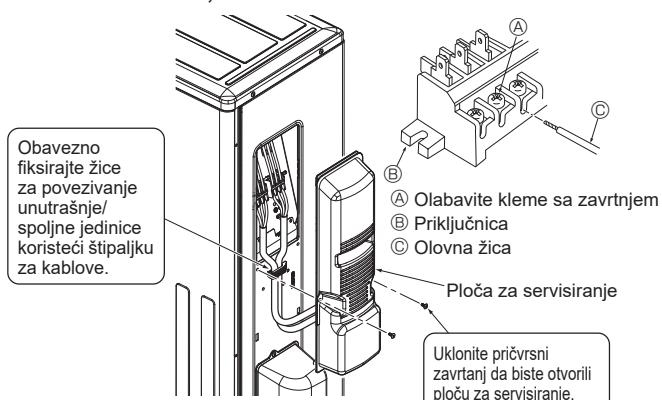

Fig. 6-3
6.1. Spoljna jedinica (Fig. 6-1, Fig. 6-2, Fig. 6-3)
- ① Skinite ploču za servisiranje.
- ② Povežite kablove u skladu sa slikama Fig. 6-1, Fig. 6-2 i Fig. 6-3.